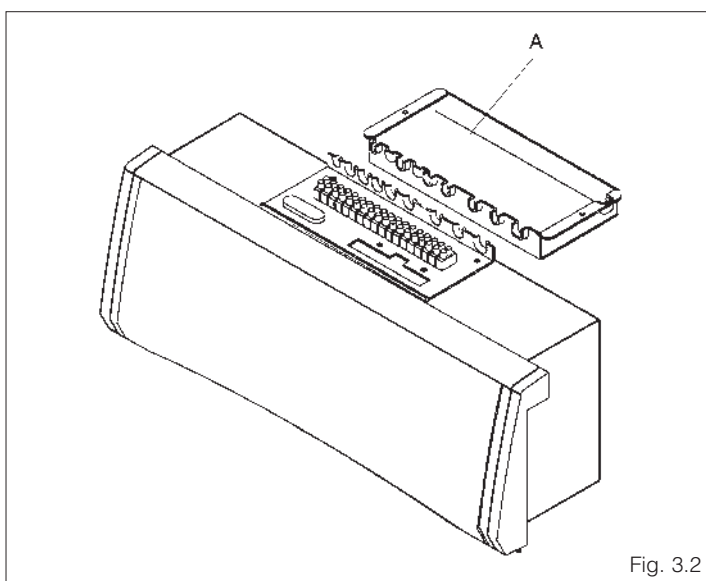

Fig. 3.2
- Togliere il pannello superiore della caldaia ed il coperchio di protezione (A) dalla carenatura del quadro elettrico svitando le due viti di fissaggio (fig. 3.2)
- si può quindi accedere ai morsetti effettuando i collegamenti elettrici (fig. 3.2)